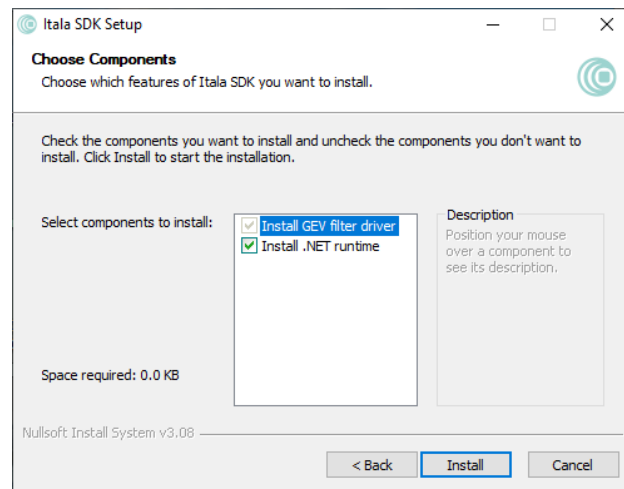

Figure 12: Finestra di selezione dei componenti.
5. Selezionare i componenti da installare (Fig. 12). In caso di installazione del solo filtro driver, il passo 6 può essere saltato.